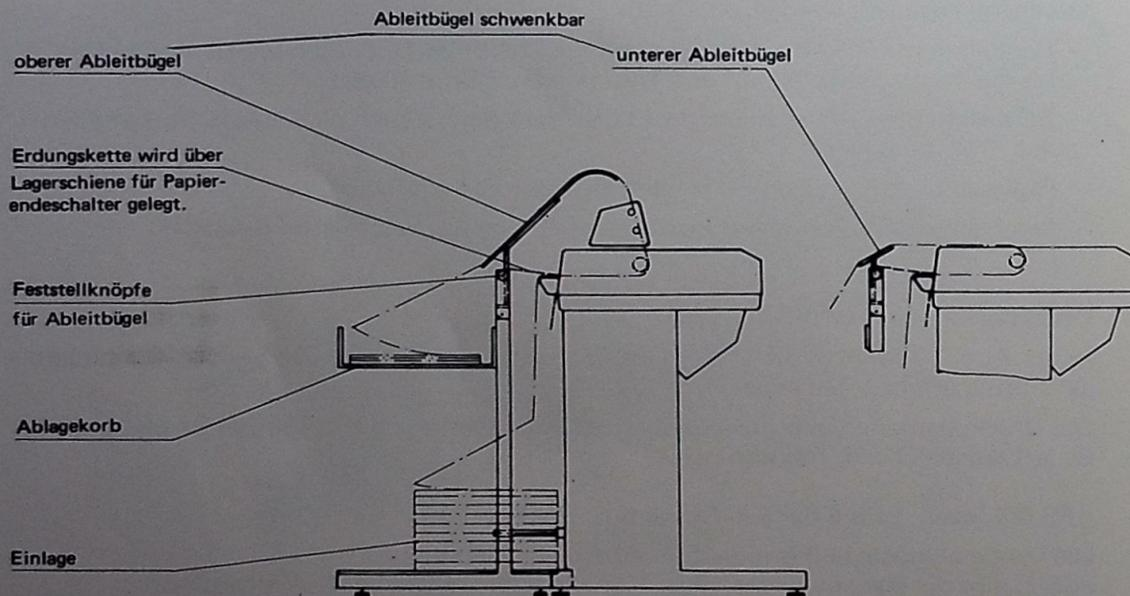

Abb. 14 Endlosformular - Ständer und Formularführung
- Formularstapel einschließlich Karton in den unteren Teil des Formularständers (Abb. 14) einlegen. Die zu bedruckende Papierseite muß beim Durchlauf mit der Druckseite nach vorn zeigen.
Endlosformular einführen (siehe auch Abb. 14)
Eine einwandfreie und sichere Führung des Papiers bei der Verarbeitung von Endlosformularen ist nur bei Verwendung des Endlosformular-Ständers möglich (Abb. 14).